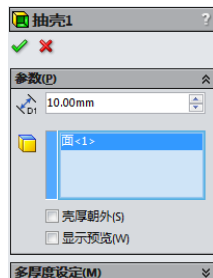

图 3-127 “抽壳 1”属性管理器
**04** 执行抽壳命令。在菜单栏中选择“插入”→“特征”→“抽壳”命令,或者单击“特征”工具栏中的“抽壳”图标按钮,此时系统弹出如图 3-127 所示的“抽壳 1”属性管理器。